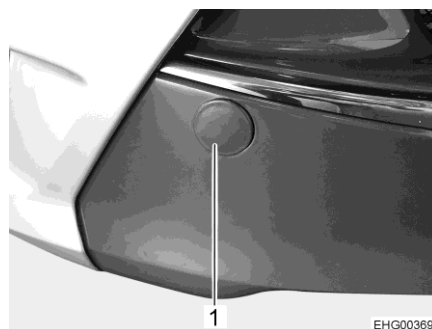

Fig. 42 Cache de la fixation de l'œillet de remorquage
- Retirer le couvercle (Fig. 42,1).